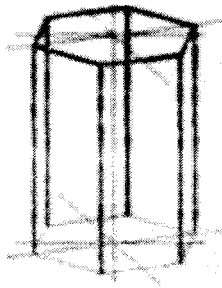

Рисунок 3
3) З кожної вершини основи провести ребро призми розмір яких дорівнює h мм (рисунок 3)
4) З'єднати вершини верхньої основи. (рисунок 3)